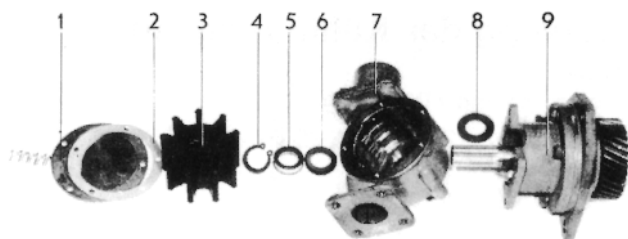

Fig. 156. Sjövattenpump
4. Placera den nya keramikringen (6, fig. 156) i pumphuset med gummikåpan nedåt. Obs! Keramikringen får ej komma i kontakt med fett eller beröras med fingrarna, då detta kan äventyra tätningen. Lägg en bit genomskinlig plastfolie över keramikringen som skydd och tryck ned ringen på plats med hjälp av ett hammarskaft.
5. Kontrollera att avkastarringen (8) sitter på axeltappen. Skruva fast huset.
6. Tryck ned mässingshylsan med kolringen (5) vänd mot keramikringen. Obs! Kolringen får ej komma i kontakt med fett eller beröras med fingrarna. Placera låsringen (4) på axeln.